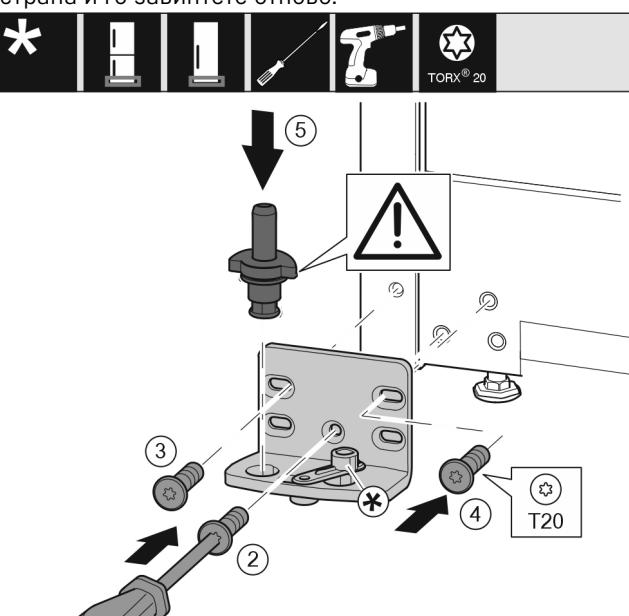

Fig. 20
- ▶ Поставете лагерната стойка от другата страна и я завийте с помощта на отвертка. Започнете с винт Fig. 20 (2) долу в средата.
- ▶ Затегнете винта Fig. 20 (3) и винта Fig. 20 (4).
- ▶ Вкарайте изцяло лагерния болт Fig. 20 (5). При това обърнете внимание на това, фиксиращата гърбица да сочи назад.